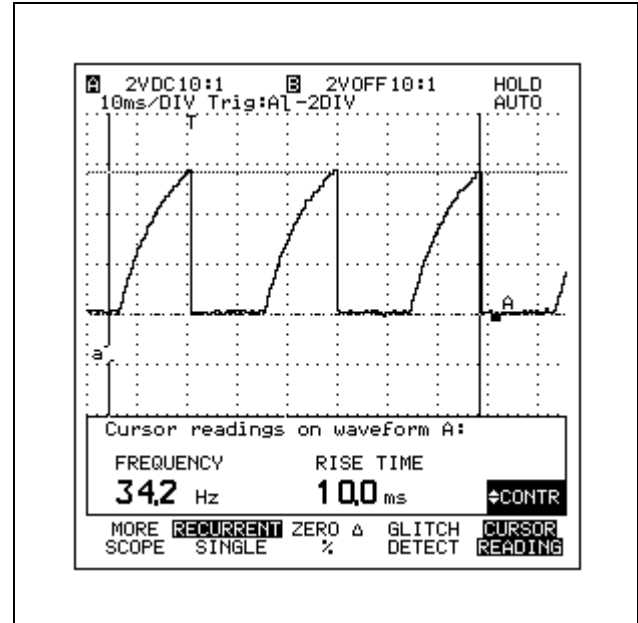

Abbildung 8-19 Zeitmessung mit den Cursors
9. Betätigen Sie die Tasten  und , um die Cursor so zu positionieren, wie dies in Abbildung 8-19 dargestellt wird.